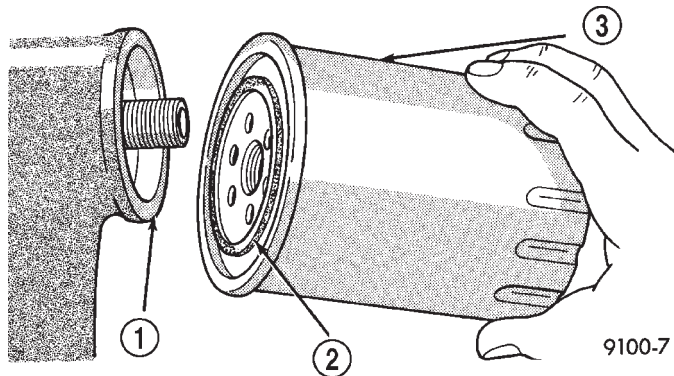

Abb. 32 Dichtfläche des Ölfilters—Typisch
- (1) Dichtung des neuen Ölfilters dünn mit frischem Motoröl bestreichen.
- (2) Filter auf den Anschlußstutzen schrauben. Sobald die Dichtung an der Dichtfläche anliegt (Abb. 32), den Filter von Hand noch eine volle Umdrehung weiterdrehen. Nicht überdrehen.
- (3) Öl einfüllen, Ölstand im Kurbelgehäuse prüfen und Motor anlassen. Auf Ölverlust prüfen.